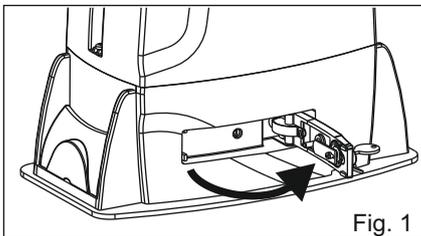

Fig. 1
- 1) Désactiver le courant électrique, déverrouiller le moteur (Fig. 1) et positionner manuellement les vantaux à la moitié de la course (Fig. 3-4).